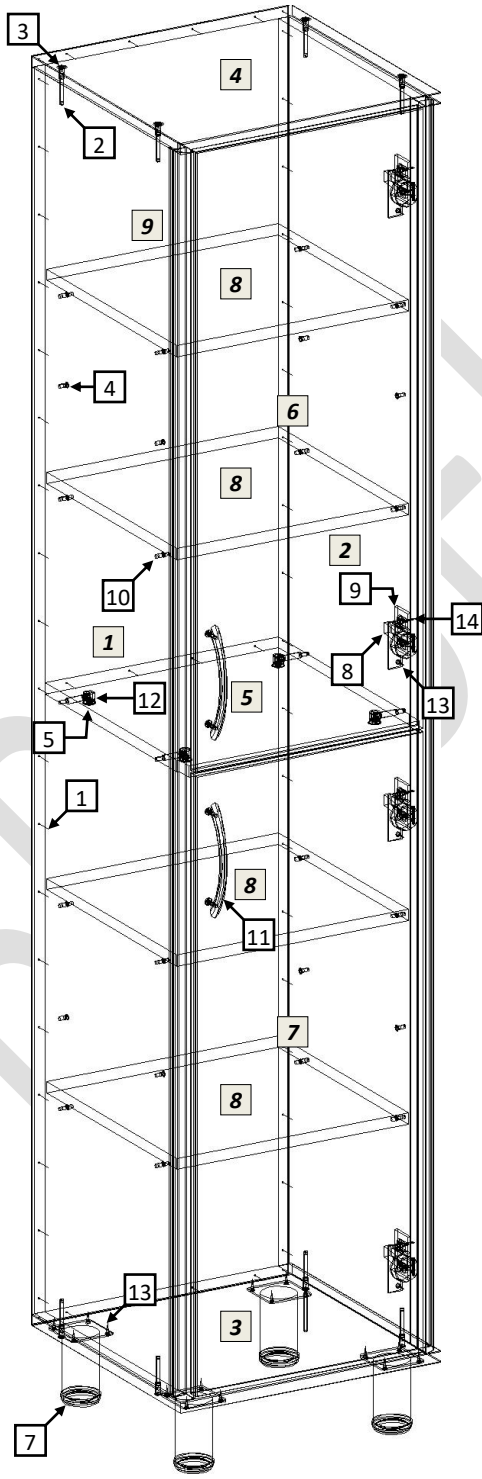

рис.1
- 4.1 Распаковав шкаф, внимательно ознакомьтесь со схемой сборки, изображённой на рис.1. Согласно комплектовочной ведомости и позициям на схеме определите расположение деталей в изделии и порядок их сборки. Сборка производится на ровном полу, укрытом материалом, предотвращающим повреждение покрытия пола и деталей мебели. Подготовьте необходимые для сборки инструменты – плоскую и крестовую отвёртки, молоток, рулетку или линейку, шуруповёрт.